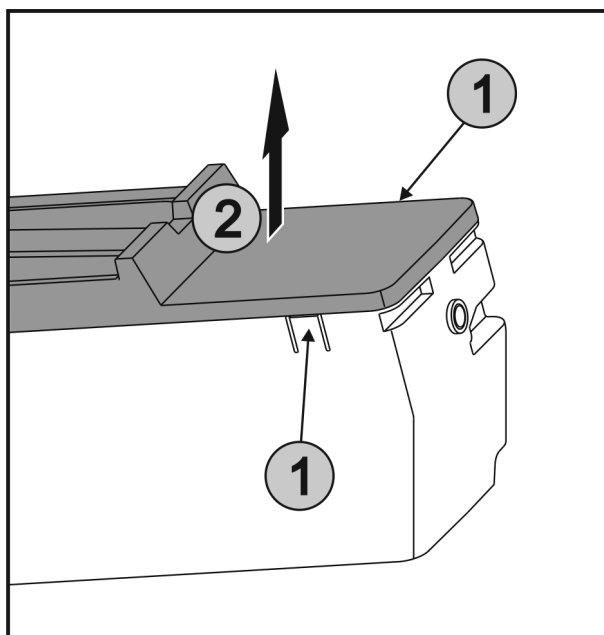

Fig. 55
- ▶ Súčasne stlačte spony Fig. 55 (1) na oboch stranách EasyTwist-Ice a odoberte kryt Fig. 55 (2) nahor.